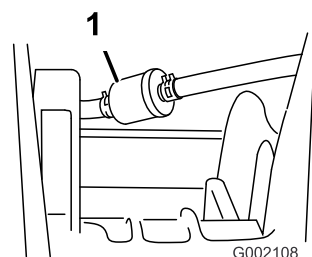

Figura 37
3. Retire as braçadeiras que fixam o filtro de combustível às tubagens (Figura 37).